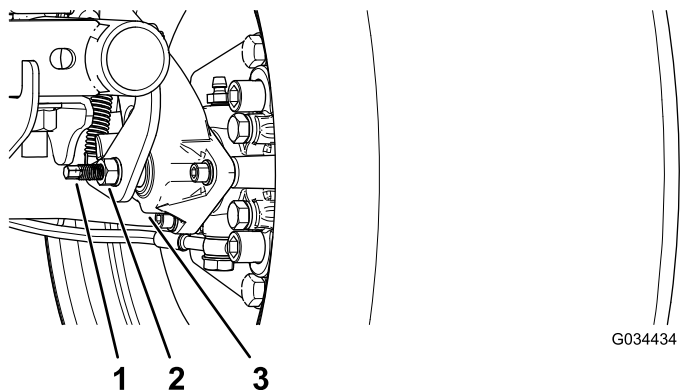

Рисунок 59
3. Используя два ключа, удерживайте регулировочный штырь на суппорте одним ключом и ослабьте контргайку на $\frac{1}{4}$ оборота другим ключом (Рисунок 59).
4. Удерживая регулировочный штырь и контргайку на месте, поверните регулировочный штырь для затягивания (Рисунок 59).
5. Удерживая регулировочный штырь и контргайку на месте, отверните штырь на $\frac{1}{4}$ оборота (Рисунок 59).
6. Удерживая регулировочный штырь и контргайку на месте, затяните контргайку (Рисунок 59).